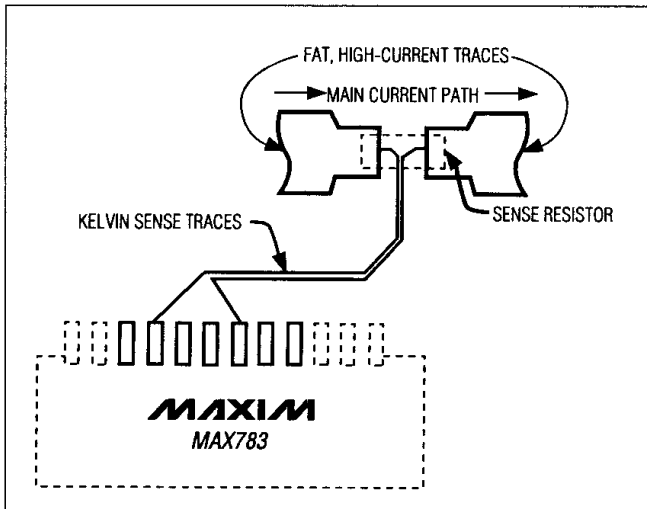

図5. 電流検出抵抗でのケルビン接続
検出抵抗値(例： $I_{OUT}=3A$ の時、 $R1=25m\Omega$)は、プリント基板上での数cmの幅の狭い配線と同じぐらいになるため、配線抵抗によって大きな誤差を発生することがあります。この誤差を防ぐために、検出抵抗とCS_上及びFB_上間をケルビン接続にします。例えば、図5に示すように、いかなるインダクタ及び負荷電流を導かないような分離した配線を用います。このような配線は、最低間隔で並列になるようにします。安定性、低リップル出力を実現するために、このような配線でのレイアウトが重要になります(レイアウトとグラウンドの項を参照)。
2. ケルビン接続された電流検出抵抗のトレースは、短く、互いに近づけ、そして常にスイッチング箇所から離します(図5を参照)。注意：電流検出抵抗は、できるだけICの近くに配置します(もし可能ならば10mm以内にします)。